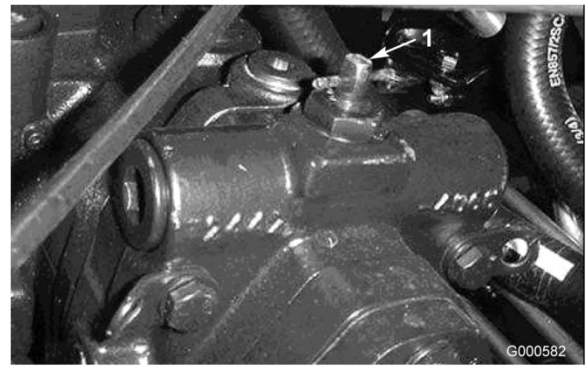

Figura 15
2. Rode a válvula de derivação 90° (1/4 de volta) em qualquer direcção, para permitir a passagem interna do óleo (Figura 15). Após este procedimento, torna-se possível deslocar lentamente a máquina sem danificar a transmissão. Verifique a posição da válvula quando a abrir ou fechar.